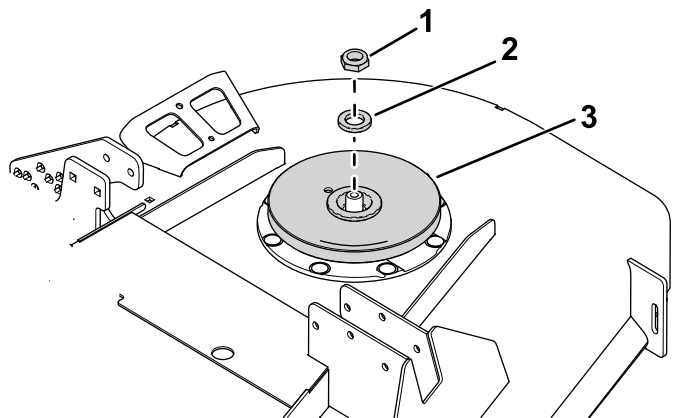

Figura 5
- Retire a porca e anilha que prendem a polia da lâmina existente ao eixo (Figura 5).
- Retire a polia (Figura 5).
- Utilize a porca e anilha para fixar a nova polia ao eixo (Figura 5).